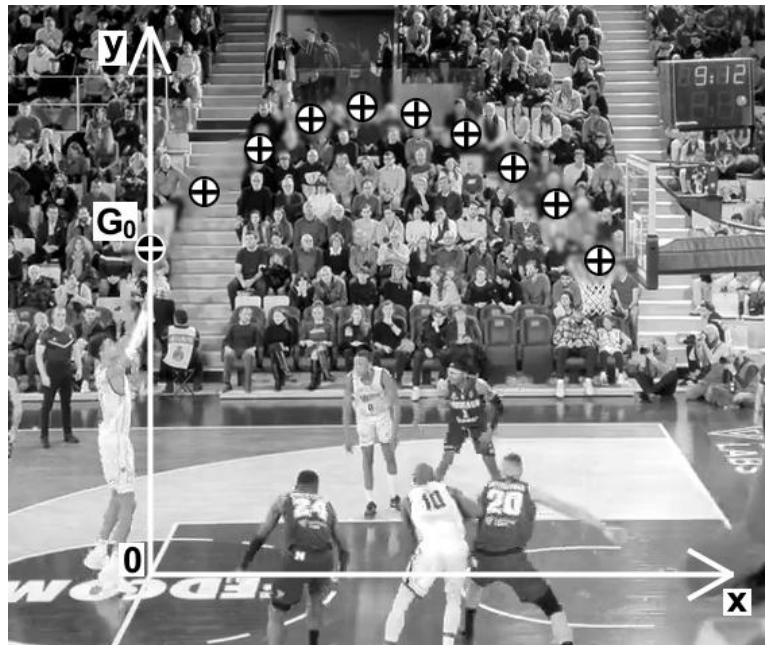
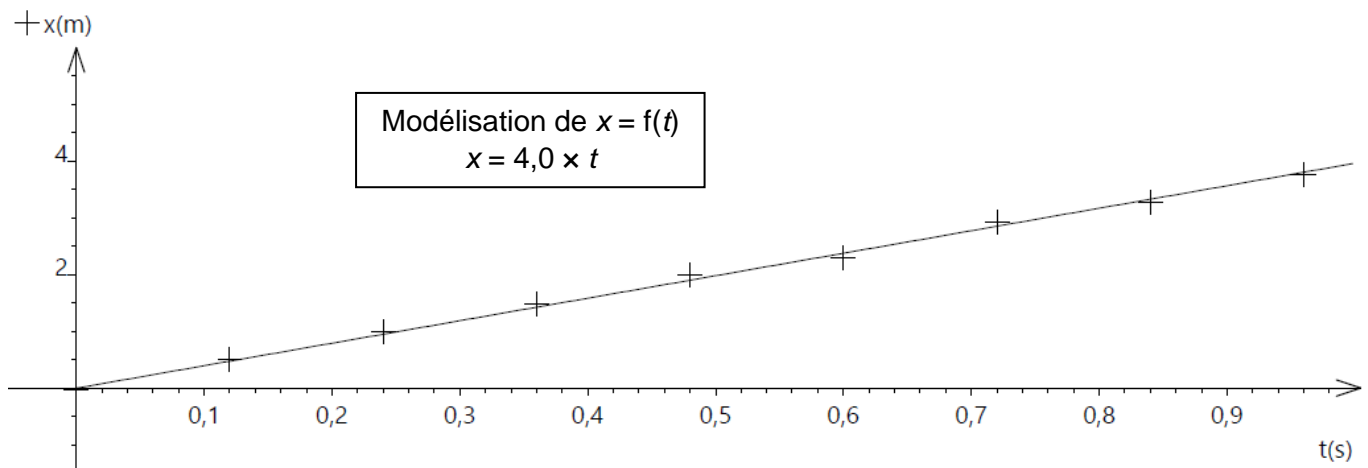

Figure 1 – Chronophotographie du lancer franc
Figure 2 – Évolution de la coordonnée x du ballon en fonction du temps t
Victor Wembanyama, célèbre joueur français de basket, évoluait au Metropolitans 92 lors du championnat 2022-2023 lorsqu'il a effectué ce lancer franc au cours d'un match contre Monaco (voir figure 1).
La trajectoire du centre du ballon est étudiée dans le plan vertical perpendiculaire au sol passant par la main du basketteur au moment où il lâche le ballon et par le centre du panier. On utilise le repère (xOy) indiqué sur la figure 1.
À partir de la vidéo du lancer franc, le pointage des positions du centre d'inertie G du ballon permet d'obtenir la chronophotographie de la figure 1. Les données sont traitées par un logiciel pour obtenir les courbes des figures 2 et 3.
- Q.2.** Déterminer, à l'aide de la figure 2, la valeur de la coordonnée v_x du vecteur vitesse \vec{v} .